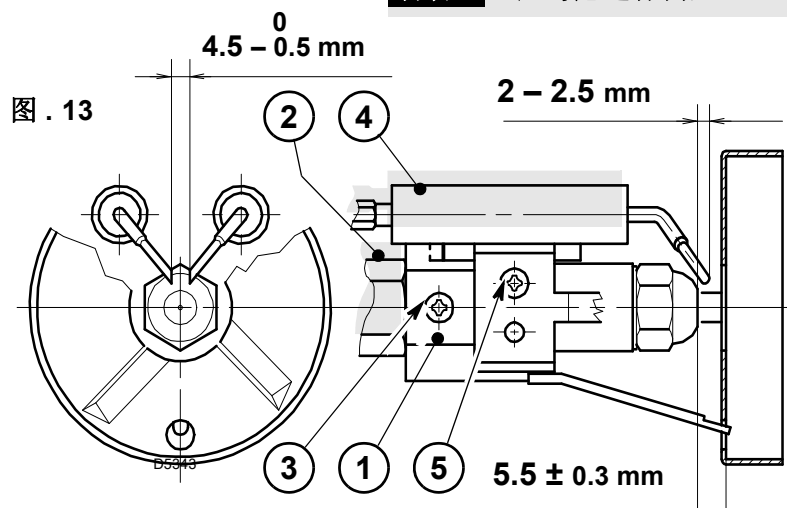

图. 13
- ▶ 松开螺钉 (3) 后移走风管 (2), 将燃烧器悬挂在法兰 (1) 上。
- ▶ 松开固定螺钉 (3, 图. 13, P. 7) 后从电极上移走电缆 (4), 从喷嘴座上移走旋流盘组件 (5)。
- ▶ 正确的拧上喷嘴 (6), 然后照图拧紧。
- ▶ 从电极上移去电缆 (4), 松开螺钉 (3, 图. 13)
4.2 电极的调整 (图. 13)